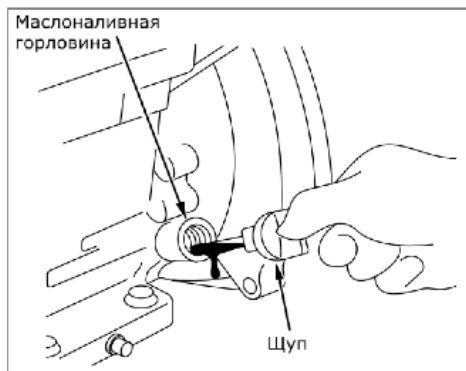

Рис. 18
- Выкрутите крышку-щуп маслосаливной горловины, извлеките щуп и протрите его сухой тканью (рис. 18).